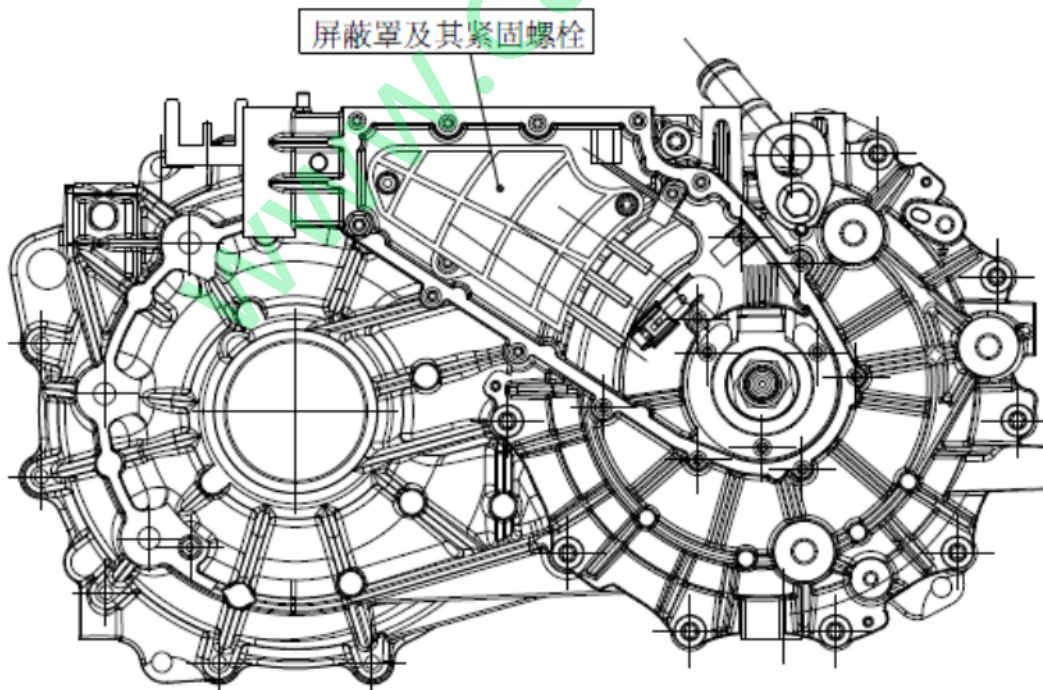

图 7 屏蔽罩及其紧固螺栓
2.2.1 拆下图7所示固定屏蔽罩的两个M5内六角花型盘头螺栓，并取下屏蔽罩。